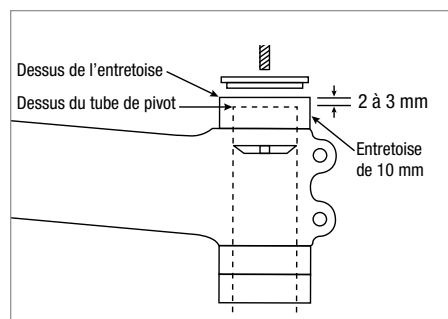

Figure 1
4. Utilisez systématiquement une entretoise de 10 mm au-dessus de la potence. Le haut du tube de pivot doit se situer entre 2 et 3 mm en dessous de l'entretoise de 10 mm (Fig. 1). Si le tube de pivot est trop long par rapport au nombre d'entretoises à installer, vous devez le couper puis repositionner l'étoile ou le bouchon de compression du jeu de direction. Si le tube de pivot est trop court, la surface de serrage sera insuffisante pour fixer la potence solidement. Retirez des entretoises pour respecter les dimensions indiquées ci-dessus. N'installez pas la potence si les dimensions indiquées ci-dessus ne sont pas respectées.